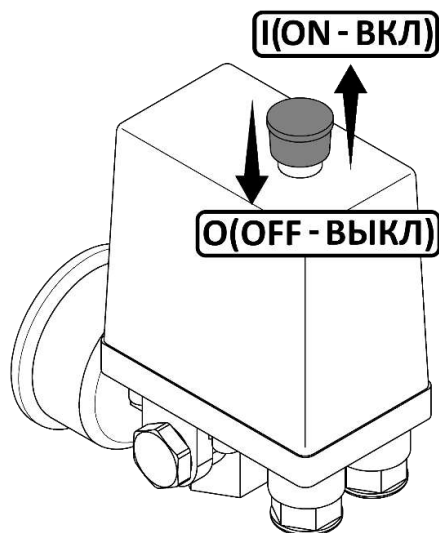

Рисунок 5
- Проверить, чтобы выключатель на реле давления находился в выключенном положении **O** (рисунок 5).
- Включить компрессор выключателем на реле давления. Для этого необходимо переключить выключатель в положение **I** (рисунок 5). Кнопка выключателя имеет фиксированные положения